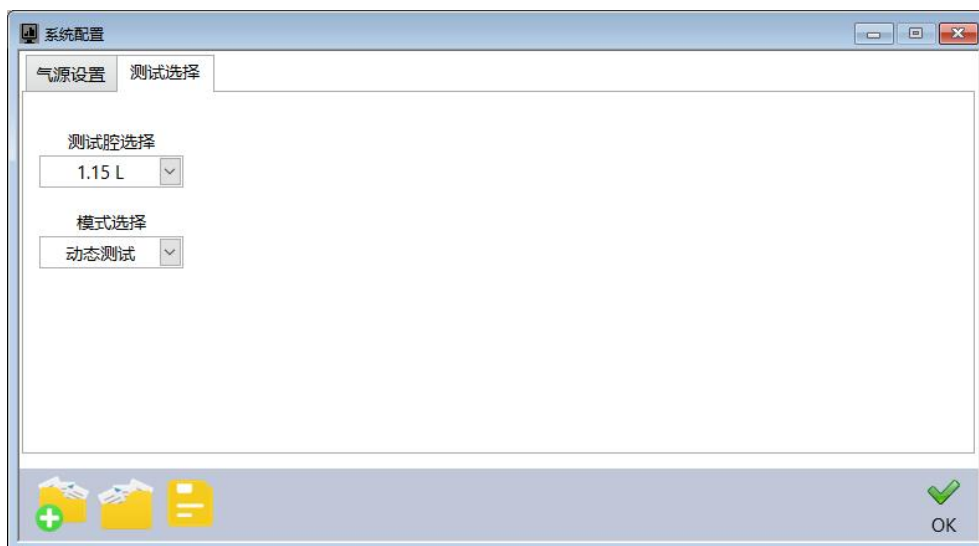

图 4
1.5 点击“测试选择”选项卡（图 4）选择测试腔尺寸及测试模式（动态测试）。
2.1 设置完成之后，点击图 4 右下角“OK”键，进入测试参数设定界面，如图 5 所示。